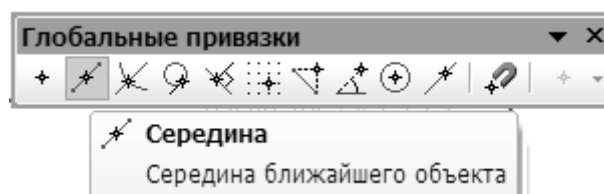

Рис. 50. Активизация объектной привязки *Середина*
11. Активизируйте пиктограмму *Установка глобальных привязок*. Настройте в диалоговом окне привязку *Середина*, которая позволит при построении осевых линий определить середину сторон габаритных прямоугольников на видах слева и сверху (рис. 50).